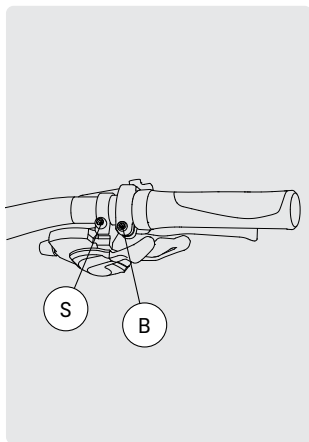

FIG. 25
- 1 Løsn unbrakoskrue-erne S og B på gear- og bremsegrebet (fig. 25).